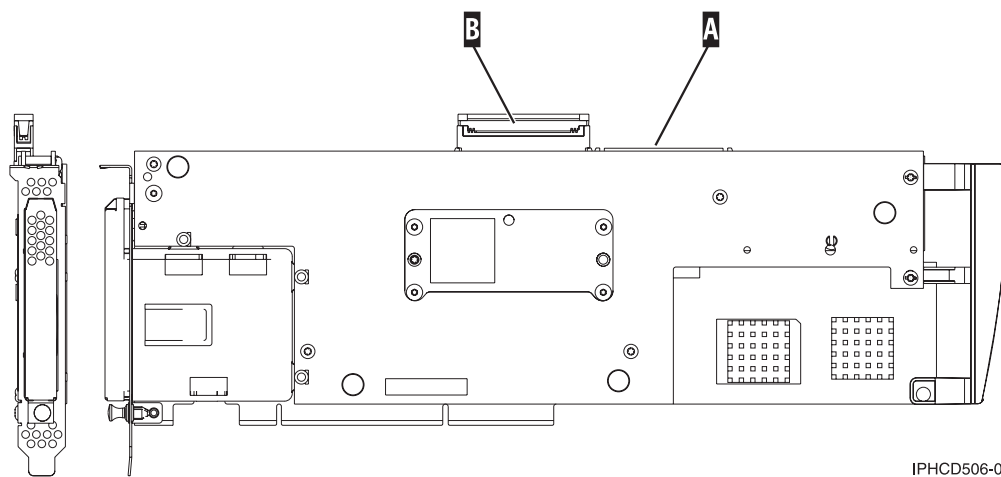

Figura 93. 5708, adaptador de E/S de memoria caché de escritura auxiliar
2. Conecte el cable al puerto SCSI A del adaptador de memoria caché auxiliar de escritura. Consulte la Figura 93 en la página 312.